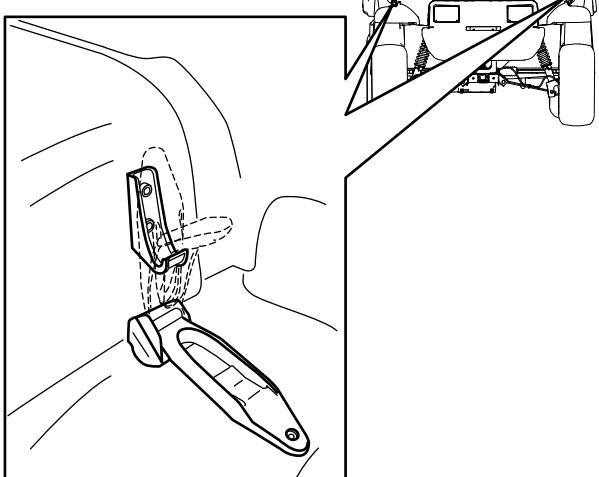

Bild 28
1. Heben Sie den Hebel der Gummiriegel an jeder Seite der Motorhaube an (Bild 28).
2. Flüchten Sie die Gummiriegel auf den Riegelankern an jeder Seite der Motorhaube aus, um die Motorhaube zu befestigen (Bild 28).